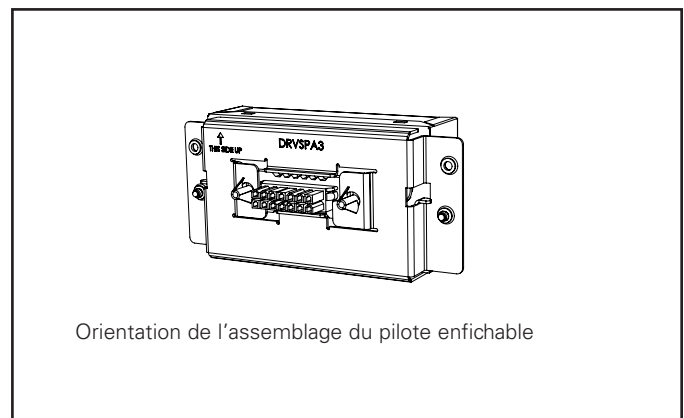

Figure 26.
10. Fixez le nouveau boîtier de pilote enfichable tout en vous assurant que la flèche indiquant « INSTALL THIS END UP » (installer e côté vers le haut) pointe vers le haut (Figure 26).